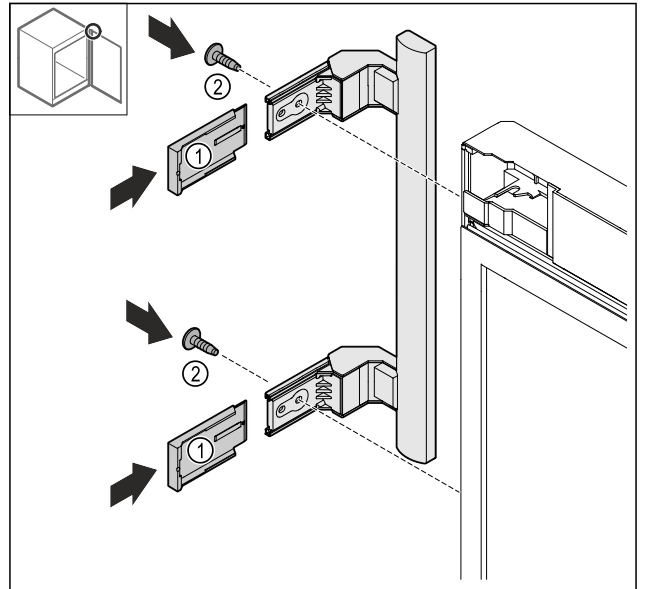

Fig. 19
- ▶ Abdeckungen Fig. 19 (1) aufschieben.